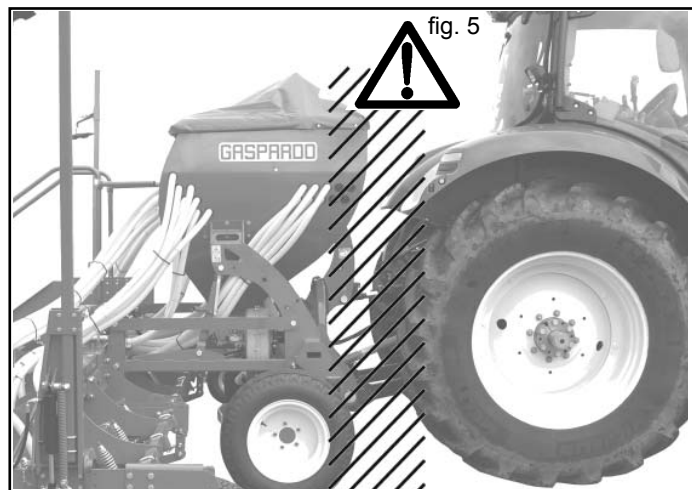

fig. 5
- 5) Es ist strengstens verboten zwischen den Schlepper und den Anschluß zu treten, um die Hubsteuerung von aussen zu betätigen (Abb. 5).
- 6) Es ist strengstens verboten, bei laufendem Motor und eingeschalteter Kardanwelle zwischen Schlepper und Gerät zu treten (Abb. 5). Man darf sich nur zwischen die Teile begeben, nachdem die Standbremse betätigt und die Räder mit einem Keil oder Stein geeigneter Größe abgesichert wurden.